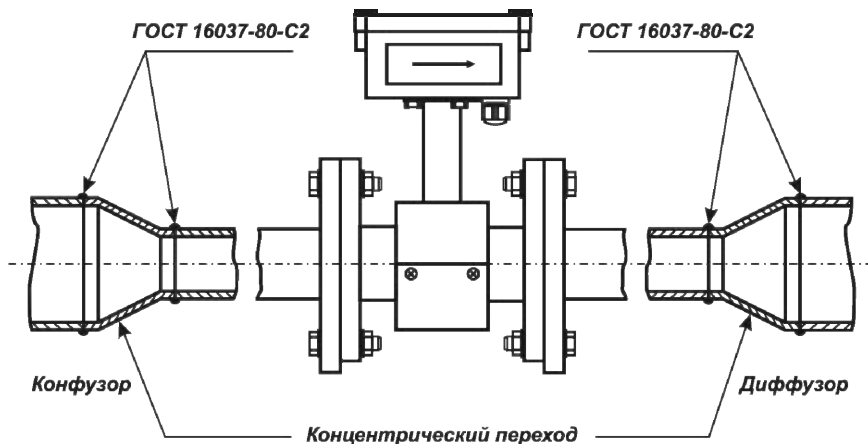

Рисунок 2.9 – Требования к сварке при установке прямых участков
2.3.3.12. В случае несовпадения Ду трубопровода системы, в который монтируется расходомер, с Ду расходомера необходимо устанавливать концентрические переходы по ГОСТ 17378-2001 (конфузор, диффузор или диффузор, конфузор) перед прямым участком на входе и после прямого участка на выходе (рисунок 2.9 руководства).